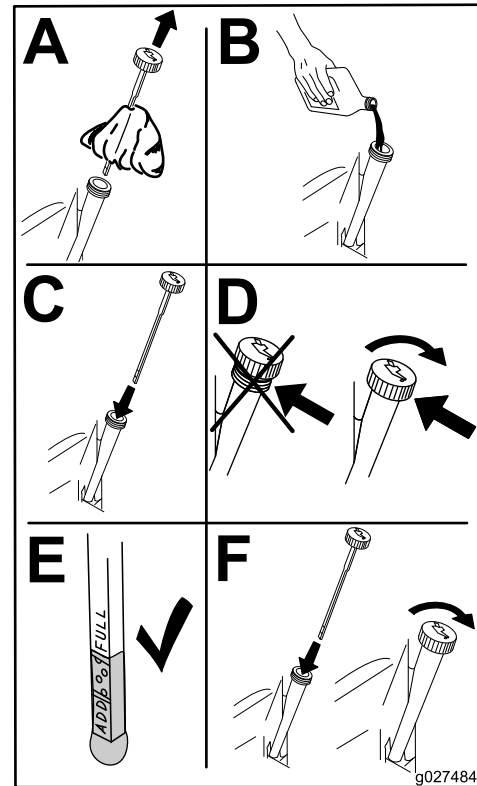

Figure 41
6. Versez lentement environ 80 % de l'huile spécifiée dans le tube de remplissage, puis faites l'appoint lentement pour faire monter le niveau jusqu'au repère maximum (Full) (Figure 41).